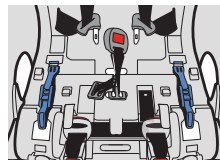

Figure 27
- Faites glisser la sangle d'entrejambe hors de la fente de la sangle d'entrejambe, tel qu'illustré dans la **Figure 27**.